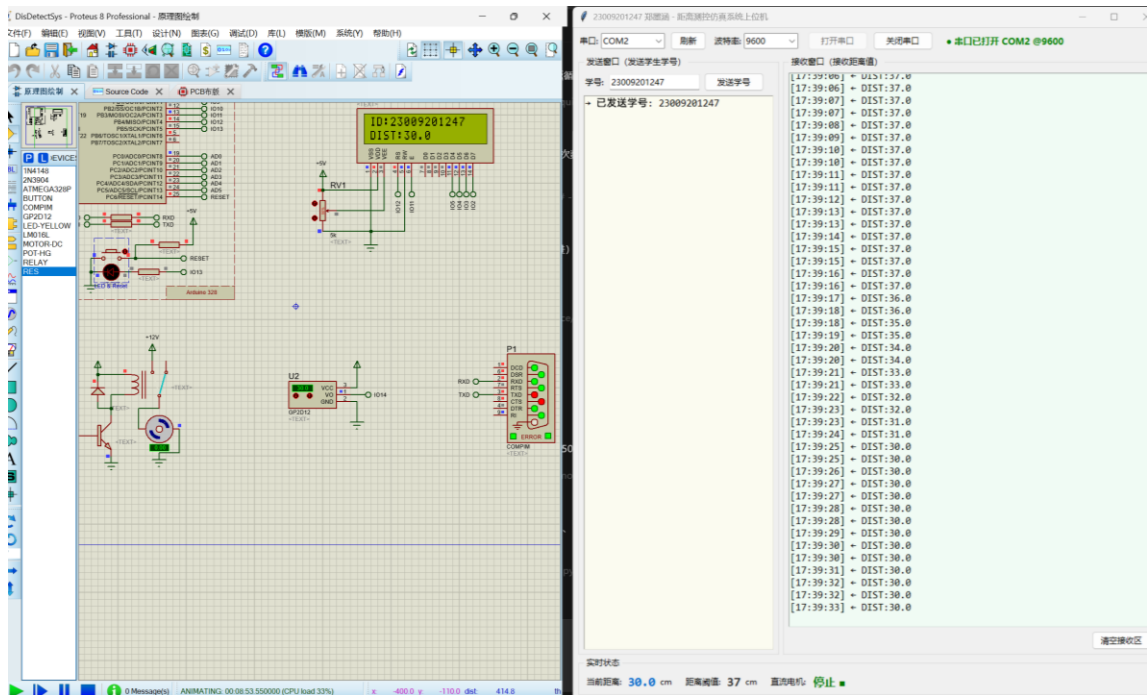
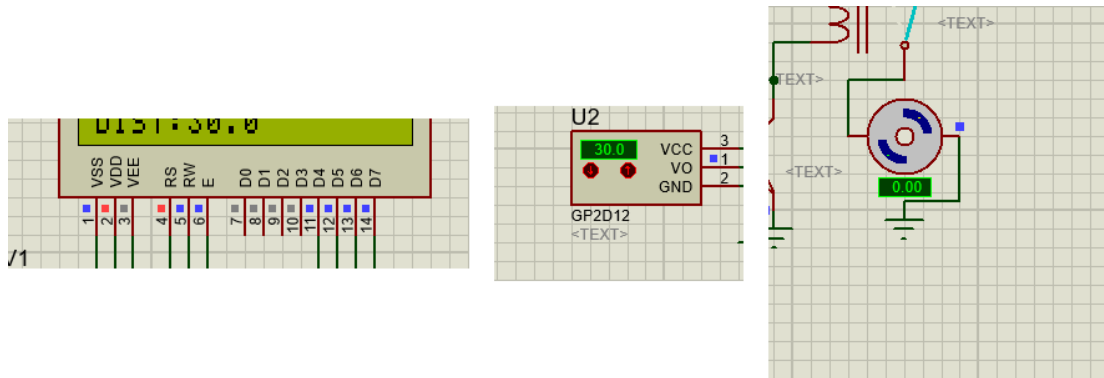

图3 距离 30.0cm 低于阈值 37cm 时系统全景（电机停止）
图4 图3 局部放大：LCD 显示、传感器读数、电机转速 0.00（左起）
图3、图4 中：① 发送窗口显示已发送学号 23009201247；② 传感器手动调节至 30.0cm，低于阈值 37cm；③ LCD 显示 ID:23009201247、DIST:30.0；④ 上位机接收窗口实时显示 DIST:30.0；⑤ 直流电机停止（电机标签显示转速 0.00，上位机状态栏显示“停止”）。三处距离值一致，均为 30.0cm。